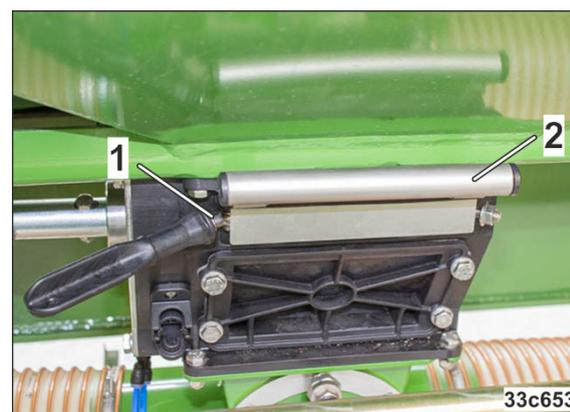

Fig. 151
3. Pivoter les vis (Fig. 151/1).
4. Pousser la trappe (Fig. 151/2) jusqu'en butée dans le doseur.